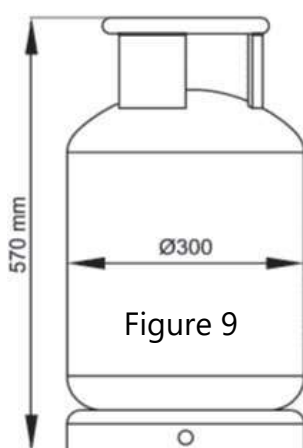

Figure 9
- Les dimensions de la bouteille de gaz doivent être conformes aux valeurs de la Figure 9.